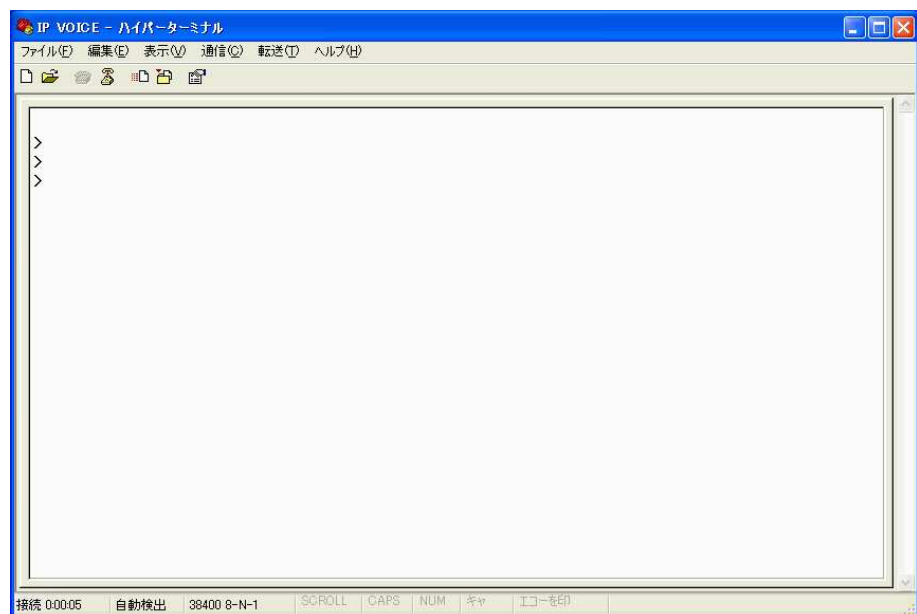

図 9.9
e) 接続が完了すると、図 9.9 の通り、「>」(プロンプト)が表示されます。表示されない場合は、リターンキーを数回押してください。